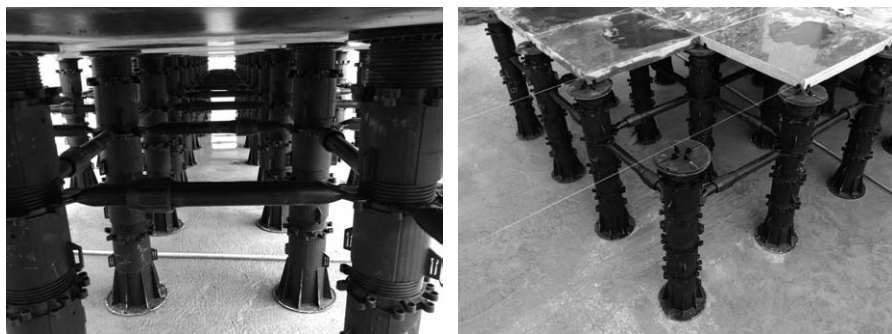

图5 横向拉杆
5.3 稳定性: YKL®易卡联万能支撑器架空到一定高度后, 由于横向力作用, 稳定性将会降低。若架空高度超过800mm, 必须增加“横向拉杆”(见图5)。横向拉杆适用于增强型YKL®易卡联万能支撑器YKL-C系列。